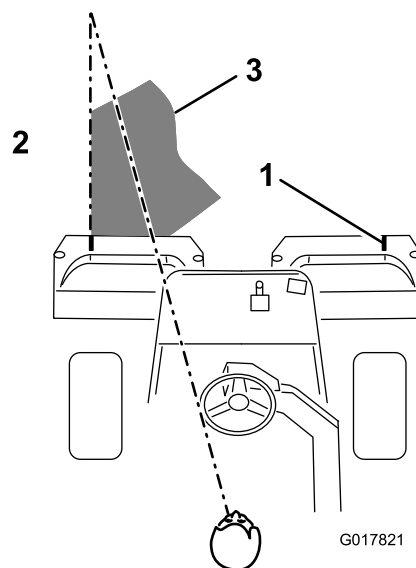

Bild 41
gleichen Abstand von der Vorderseite der Maschine bleibt (Bild 41).
3. Wenn Sie zurückfahren, sollte der neue Mähgang den ersten ein klein wenig überlappen. Damit Sie in einer möglichst geraden Linie über die Grünfläche fahren können und einen gleichmäßigen Abstand zum zuvor gemähten Rasenstück einhalten können, sollten Sie sich eine imaginäre Sichtlinie ungefähr 1,8 bis 3 m vor der Maschine bis zum Rand des noch ungemähten Teils der Grünfläche vorstellen (Bild 41). Manche Leute finden es auch hilfreich, die äußere Kante des Lenkrads in die Sichtlinie mit einzubeziehen, d.h. sie halten das Lenkrad in einer Linie mit einem Punkt, der immer im